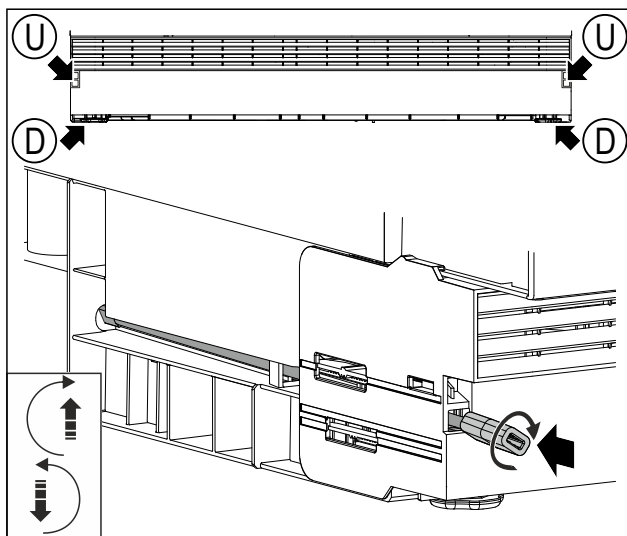

Fig. 25 Ilustrační zobrazení
- ▶ Tyč s adaptérem zasuňte do otvoru Fig. 25 (U).